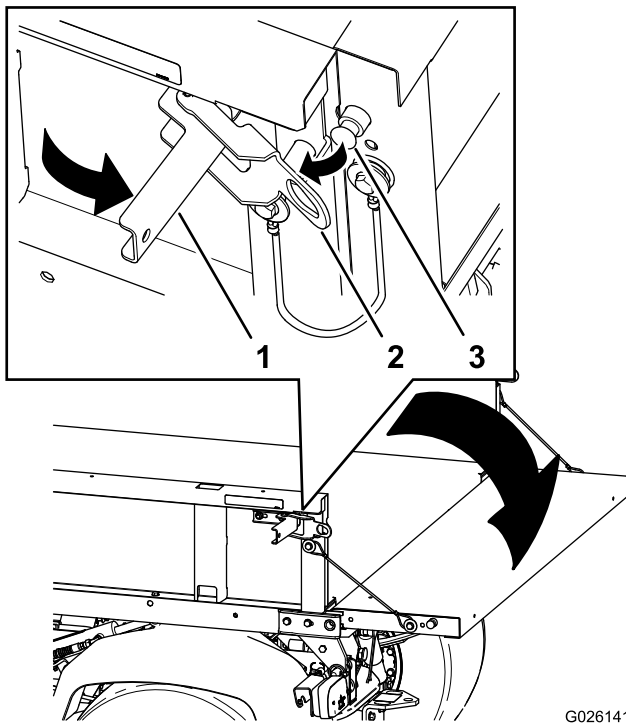

Figure 14
2. Ouvrez les verrous sur les côtés droit et gauche du plateau de chargement et abaissez le hayon (Figure 14).